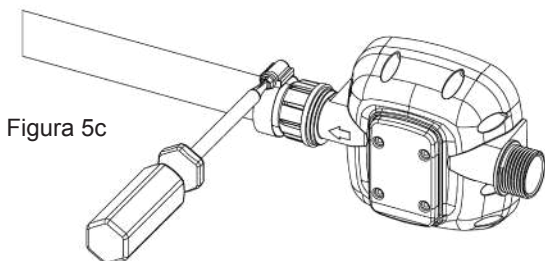

Figura 5c
6. Apriete cada abrazadera de manguera para fijar las mangueras de succión y descarga en todos los conectores para conexión acanalada y evitar fugas de líquido (consulte la Figura 5c, página 5).